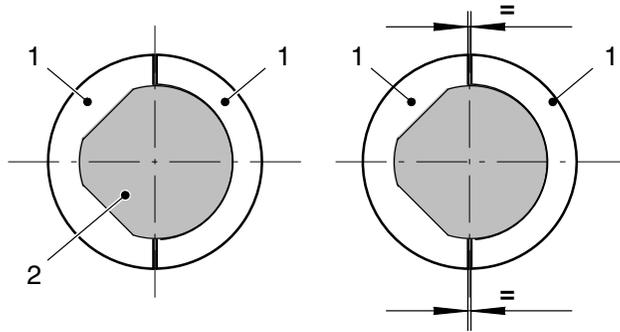

Fig. 6-5
- Rodar os meios casquilhos do acoplamento (1), de modo que as partes inclinadas do veio da bomba (2) fiquem sobre as do meio casquilho do acoplamento (consulte a fig. 6-5).
- Apertar os meios casquilhos do acoplamento, de modo que as folgas sejam iguais (consulte a fig. 6-5).